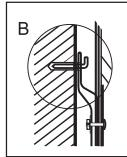

Рис. 7
2. Определите точки для отверстий под распорные болты с крюками [определяются в соответствии со спецификацией прибора, который вы выбрали]. Просверлите в стене два отверстия соответствующей глубины с использованием сверла, подходящего по размеру под распорные болты, прилагаемые к водонагревателю, вставьте винты, поверните крон вверх, плотно затяните гайки и затем повесьте электрический водонагреватель на эти крюки [см. Рис. 7].